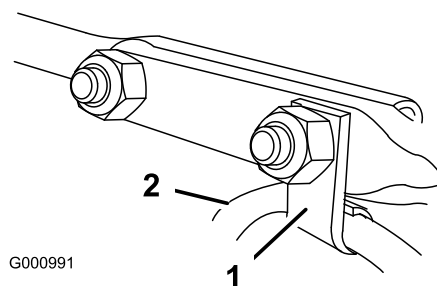

Bild 12
6. Setzen Sie die Kabelklemme, die das Ablenkkabel stützt, auf die vordere Schlossschraube auf. Befestigen Sie die Schlossschrauben mit den Sicherungsmuttern aus der Tasche mit den lose mitgelieferten Teilen (Bild 12).